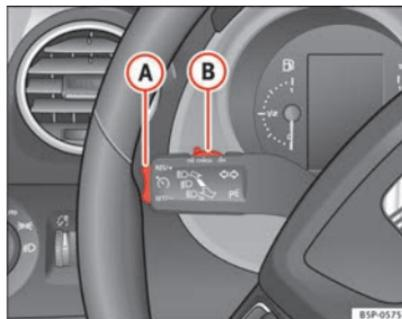

Fig. 155 Leva degli indicatori di direzione e degli abbaglianti: interruttore e tasto di comando del regolatore di velocità
- Quando il veicolo raggiunge la velocità che si desidera impostare, premere una volta sulla parte inferiore del tasto **SET/-** ⇒ fig. 155 (A).
- Premere la parte superiore del tasto **RES/+** ⇒ fig. 155 **A** per aumentare la velocità. La velocità sale finché si tiene premuto il tasto. Il sistema memorizza come parametro di riferimento la velocità raggiunta nel momento in cui si lascia andare il tasto.
- Premere la parte inferiore del tasto doppio **SET/-** ⇒ fig. 155 **A** per ridurre la velocità. La velocità diminuirà automaticamente ed in maniera costante per tutto il tempo che si tiene premuto il tasto. Il sistema memorizza come parametro di riferimento la velocità raggiunta nel momento in cui si lascia andare il tasto.
Se si riduce la velocità schiacciando il pedale del freno, il regolatore si disattiva. Per riattivare il regolatore di velocità si deve premere una volta sulla parte superiore del tasto **RES/+** ⇒ fig. 155 **A**.